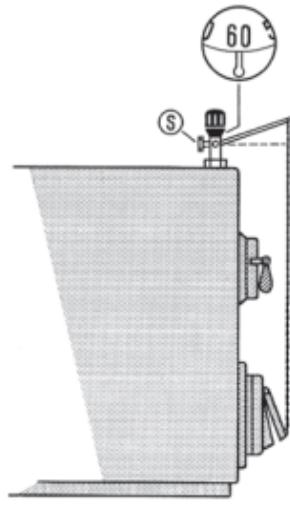

Рис. 2 / Fig. 2 / Fig. 2:
При **вертикальном монтаже** винт с шестигранной головкой (S) должен быть направлен назад, если смотреть от передней стенки котла. При настройке следует ориентироваться на **белые цифры и белую отметку** (рис. 2).
When installed vertically, the hexagon screw (S) must point to the back when seen from the front of the boiler. In this position, the white figures and the white mark are used (Fig. 2).
Pour le montage vertical, la vis 6 pans (S) doit être dirigée vers l'arrière, vue de l'avant de la chaudière. Les **chiffres et les repères blancs** servent au réglage (Fig. 2).